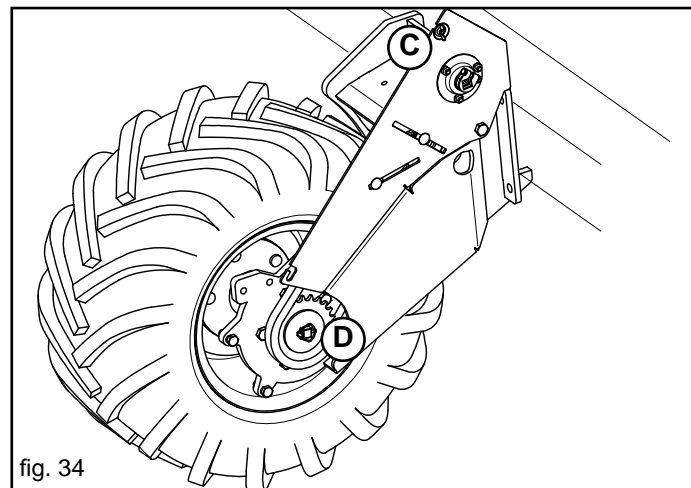

fig. 34
Vérifier sur le semoir quel couple de pignons (Roue) est présent (C-D fig. 34);
- Si avec les pignons (roue C-D) montés sur le semoir (Fig. 34) il n'est pas possible d'obtenir la distance d'ensemencement souhaitée, contrôler sur le tableau si il faut inverser leur position ou les remplacer.